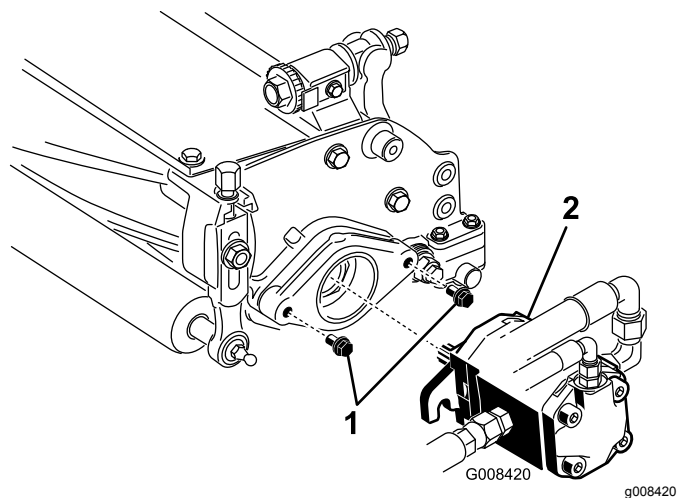

Figura 11
7. Assicuratevi che su ciascun bullone di montaggio del motore principale del cilindro sporgano circa 13 mm di filettatura (Figura 11).
8. Spalmate grasso pulito sull'albero scanalato del motore e montate il motore ruotandolo in senso orario in modo che le relative flange non tocchino i prigionieri. Ruotate il motore in senso antiorario, finché le flange non circondano i prigionieri (Figura 11).
9. Serrate i bulloni di fissaggio (Figura 11).